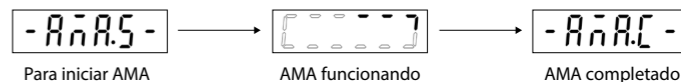

Ilustración 7: Indicaciones de estado de AMA
- Ajuste [1] Enable Complete AMA (Activar AMA completo) o [2] Enable Reduced AMA (Activar AMA reducido) para el parámetro P4.2.1.3 AMA Mode (Modo AMA); la pantalla principal muestra To Start AMA (Para iniciar AMA); consulte la ilustración 7.